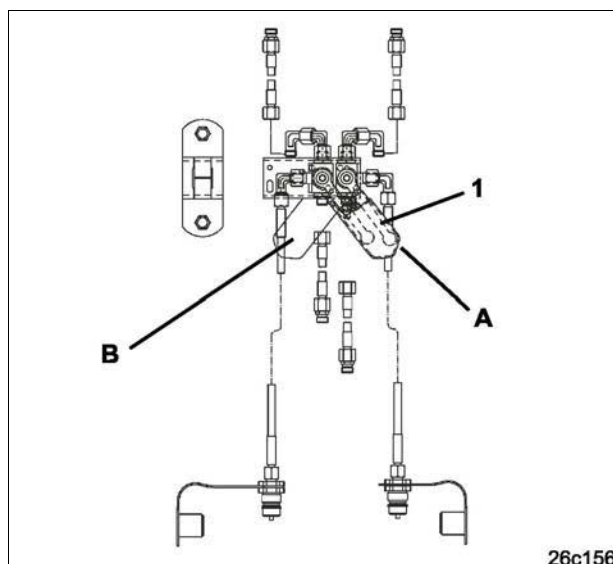

Рис. 160
- Переместите рычаг (Рис. 160/1) положение "А" и опустите или поднимите внешние высевающие аппараты.
- Переместите рычаг (Рис. 160/1) в положение "В". Стороны работы маркера меняйте при помощи устройства управления трактора.